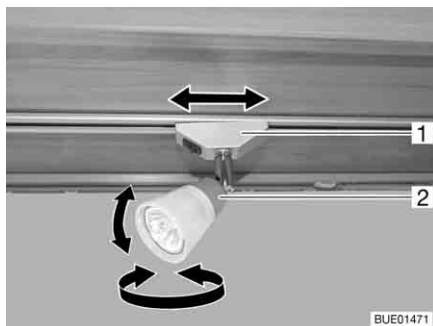

Bild 66 Spotlight
Vrida: ■ Ta tag i huset (Bild 66,2) och vrid.
Förskjuta: ■ Ta tag i fästet (Bild 66,1) och vrid runt ca 45°.
- Ta tag i fästet (Bild 66,1) och vrid runt 90°.